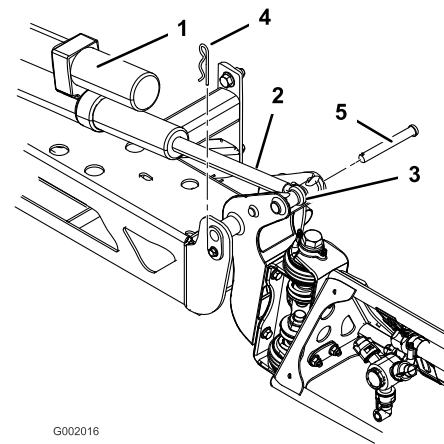

Figure 42
2. Retirez la goupille fendue de l'axe de pivot (Figure 42).
3. Soulevez la rampe et déposez l'axe (Figure 42). Abaissez lentement la rampe au sol.
6. Élevez la rampe pour aligner le pivot sur la tige d'actionneur. Tout en maintenant la rampe, insérez l'axe dans le pivot de rampe et la tige d'actionneur (Figure 42).